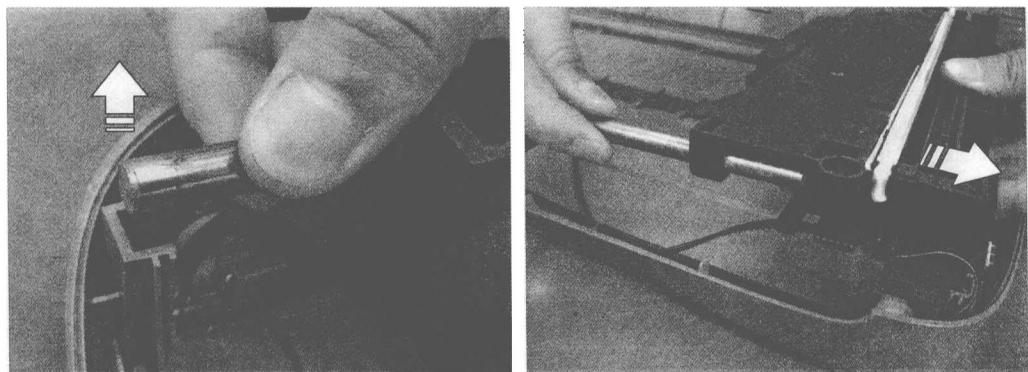

图 1-15 从导轨上抽出扫描系统
(13) 将露出的导轨抬起，从导轨槽中取出，然后将扫描系统从导轨中抽出来，如图 1-15 所示。